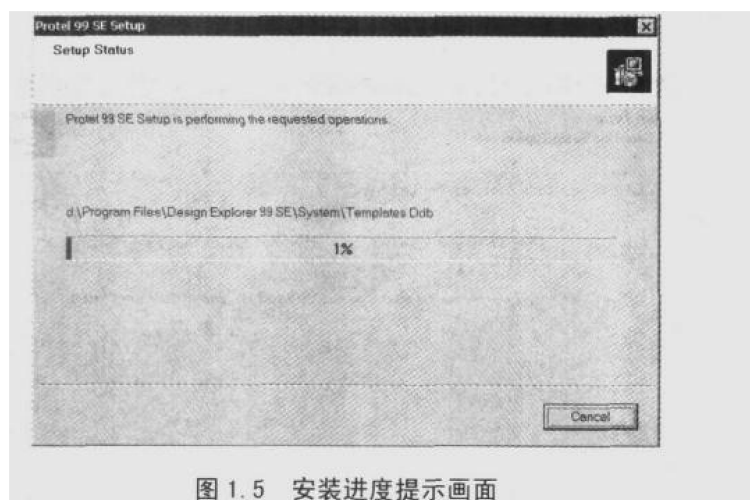

图 1.5 安装进度提示画面
- (5) 选择好安装路径后, 系统将自动检查指定的磁盘空间和系统文件, 单击 **Next** 按钮, 开始复制文件, 同时显示文件复制的进度, 如图 1.5 所示。